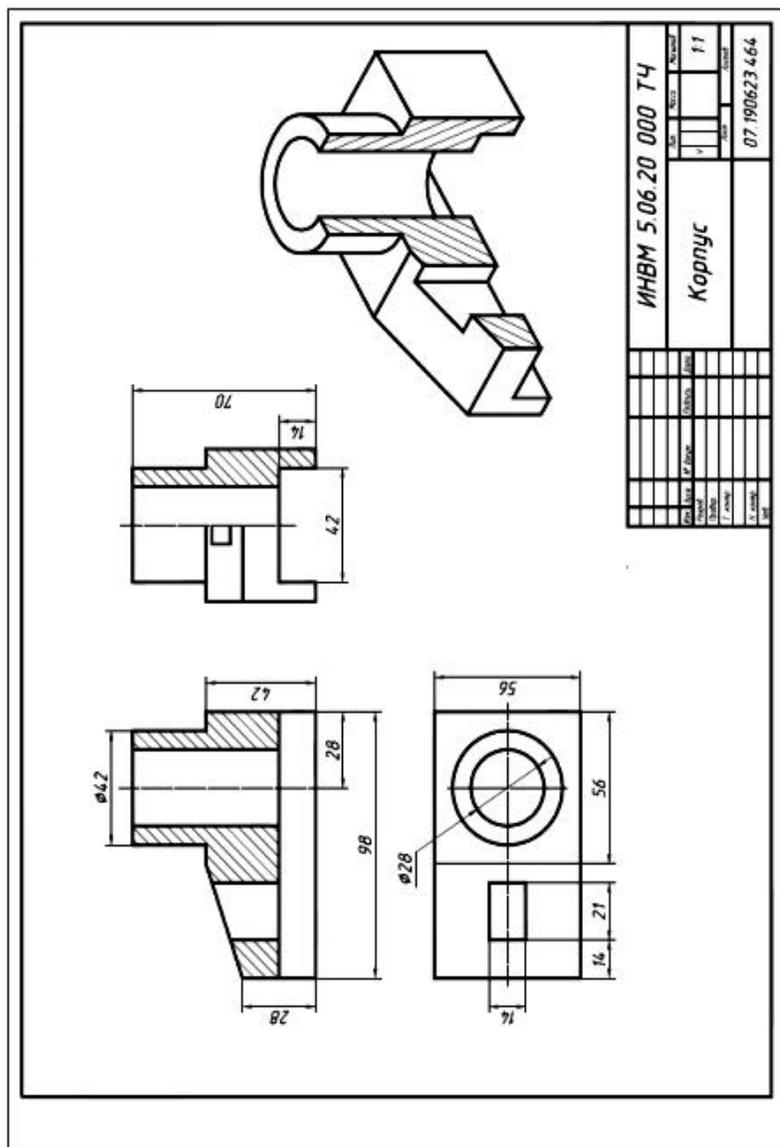
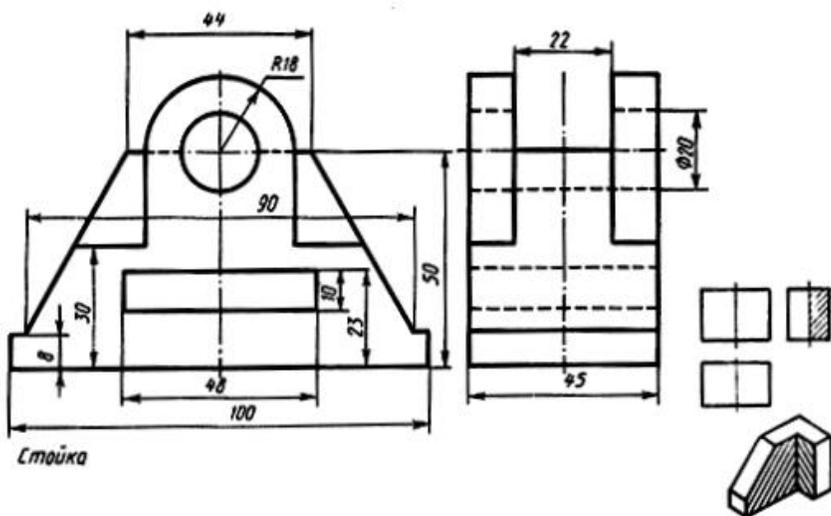

Рис. 62. Образец выполненного задания
Рис. 66. Вариант 4
4. Для формирования умений: выполнить комплексный чертеж модели с построением простого разреза, аксонометрической проекции модели с вырезом четверти на формате А3 по варианту (рис. 66–71), предложенному преподавателем, и предоставить их преподавателю в нужном виде отчетности (рис. 62).